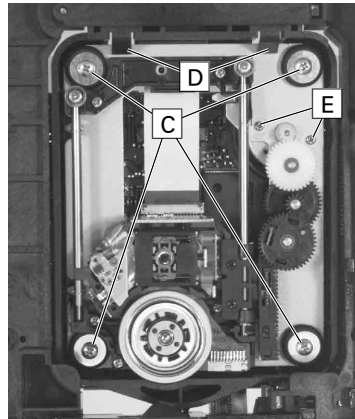

Fig. 12
- 4 Schrauben ⑫ (Fig. 12) herausdrehen.
- Rastnasen ⑬ (Fig. 12) lösen und Laufwerk herausnehmen.
- 2 Schrauben ⑯ (Fig. 12) herausdrehen und Sledge-Motor nach unten herausnehmen.
- Undo the 4 screws ⑫ (Fig. 12).
- Undo the locking lugs ⑬ (Fig. 12) then remove the drive mechanism.
- Undo the 2 screws ⑯ (Fig. 12) then remove the sledge motor in downward direction.